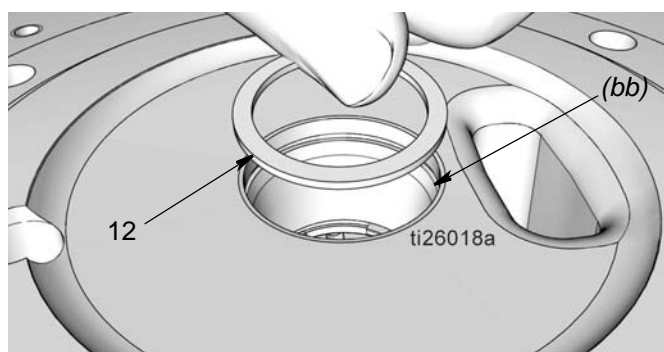

Рис. 31
- б. Убедитесь, что стопорное кольцо (51) находится на своем месте на боковой стороне основания насоса (1).
- в. Установите распорную деталь (12), как показано на Рис. 31.